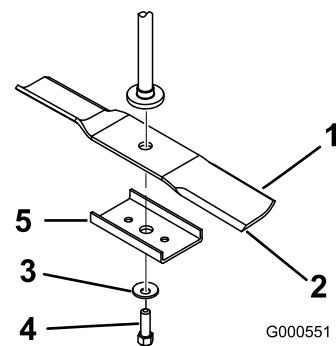
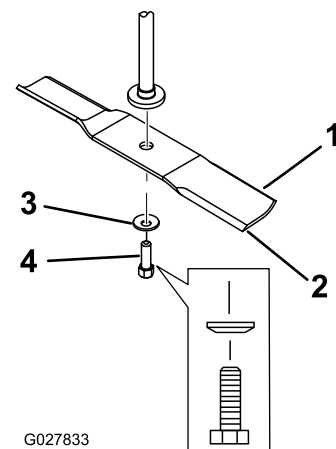

Figura 53
Figura 54
2. Retire el refuerzo de la cuchilla (carcasas de 81 cm solamente), el perno de la cuchilla, la arandela curva y la cuchilla del eje (Figura 53 y Figura 54).
1. Instale la cuchilla en el eje (Figura 54).
2. Instale el refuerzo de la cuchilla (modelos de 81 cm solamente), la arandela curva (con la copa hacia la cuchilla) y el perno de la cuchilla (Figura 54).